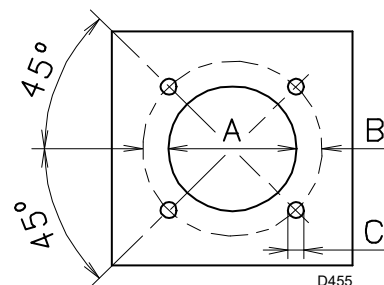

Fig. 11
Forare la piastra di chiusura della camera di combustione come in Fig. 11.
- Infilare tutto il bruciatore sul foro caldaia, precedentemente predisposto, come in Fig. 11, e fissare con le viti date a corredo.